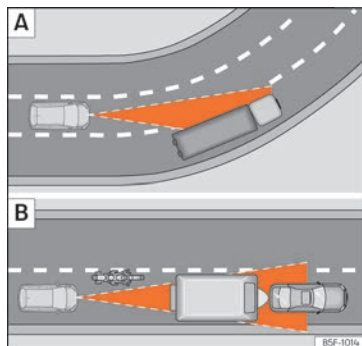

Fig. 183 [A] Véhicule à l'abord d'un virage. [B] Motocycliste circulant à l'avant hors du rayon d'action du capteur radar.
L'ACC pourrait ne pas détecter dans un virage le véhicule précédent, ou pourrait régler la distance par rapport à des véhicules qui se trouvent sur d'autres voie » » **fig. 183 [A].**
- Véhicules circulant de manière non alignée ou en dehors de la zone de détection du capteur, par exemple, des motos. » » **fig. 183 [B]**